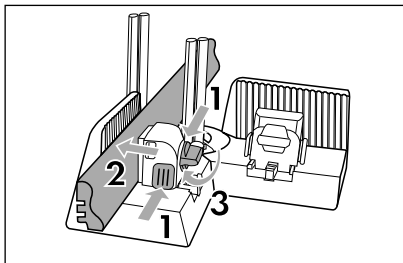

Abb. 8
- ♦ Legen Sie das Holzwerkstück zwischen die Haltebacke **3** und der Spannklemme **2**. Achten Sie darauf, dass das Holzwerkstück an den Führungsstäben **7** vorbei geführt ist (siehe Abb. 8).
- ♦ Halten Sie die Freigabeknöpfe **4** gedrückt und verschieben Sie die Spannklemme **2** zum Holzwerkstück. Lassen Sie die Freigabeknöpfe **4** los, wenn das Holzwerkstück eingespannt ist (siehe Abb. 8).
- ♦ Drehen Sie den Feststellknopf **5** im Uhrzeigersinn, um das Holzwerkstück zu fixieren (siehe Abb. 8).